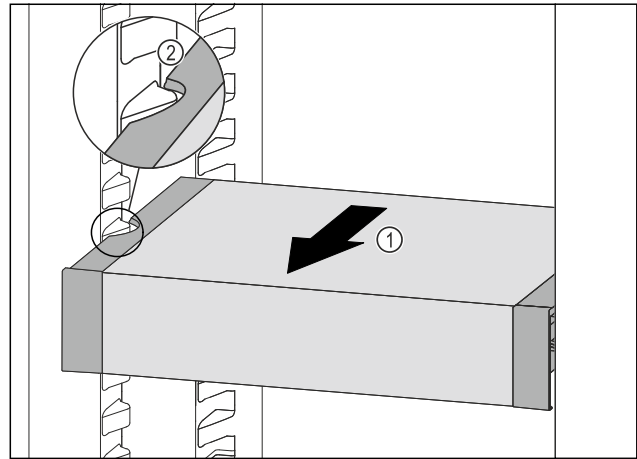

Fig. 63
- ▶ VarioSafe nach vorne ziehen Fig. 63 (1), bis sich die seitlichen Aussparungen des VarioSafes auf Höhe der Behälterrippe im Kühlteil befinden. Fig. 63 (2)